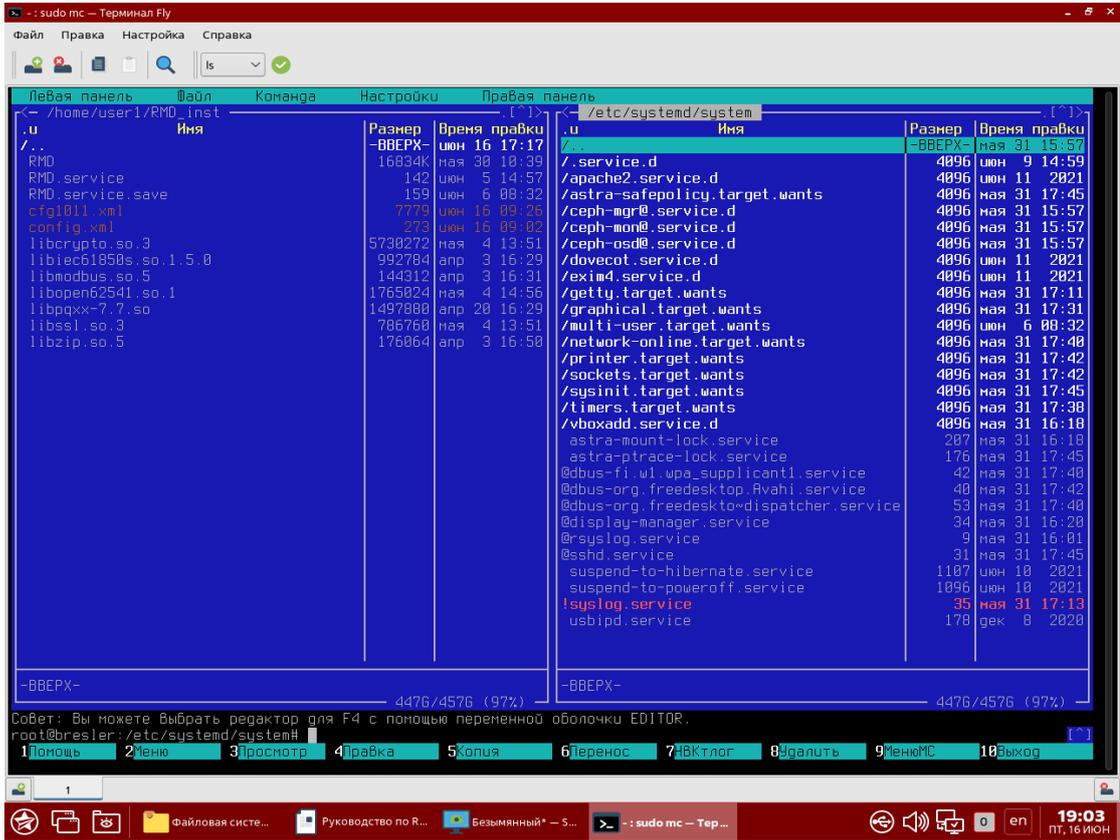

Рисунок 13 – Открытые папки «RMD_inst» и «system» в терминале Fly
- 8) В терминале Fly в левом экране открыть папку «RMD_inst» (полученная папка), в правом экране открыть папку «system» (etc > systemd > system) (рисунок 13).